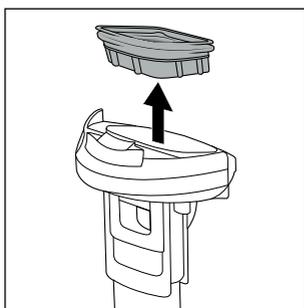

Fig. 24
- ◆ Para retirar el filtro **10** del depósito de agua sucia **2**, sujételo por los lados con los dedos por debajo de la junta del filtro **10**. Tras esto, tire del filtro **10** hacia arriba para retirarlo de la tapa del depósito de agua sucia **9** (consulte la fig. 24).